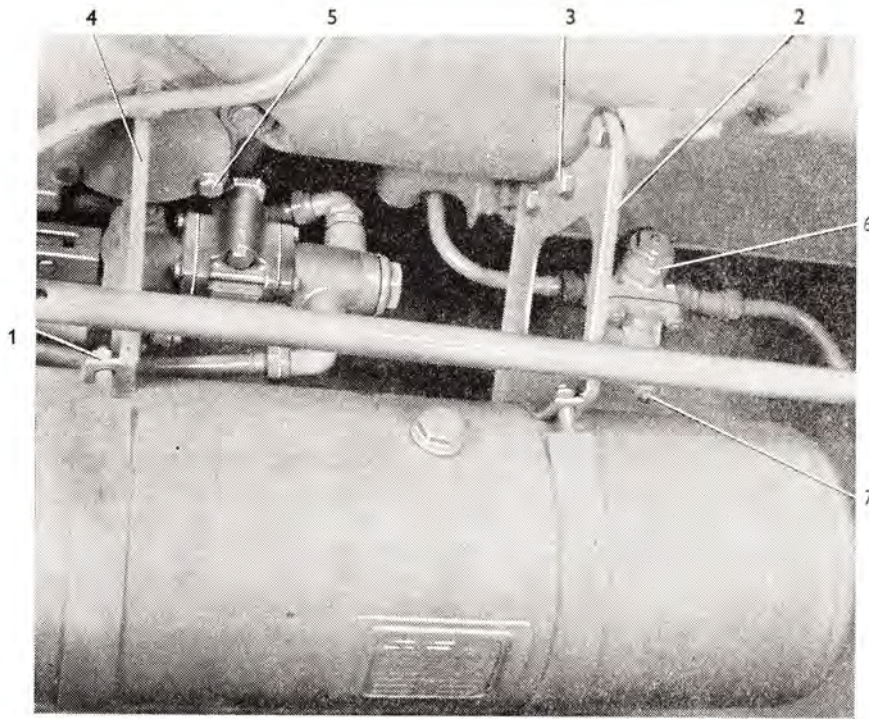

Abb. 142
2. Zwei Muttern M 10 (Abb. 142/1) sind von den Schrauben der Bänder des Luftbehälters abzuschrauben, die Bänder sind um 90° zu drehen und der Luftbehälter ist abzunehmen.
Anmerkung: Beim Schlepper Zetor 4511 ist der Luftbehälter auf der rechten Schlepperseite auf zwei Konsolen angeordnet. Die vordere Konsole (Abb. 142/2) ist am Flansch des Kupplungsgehäuses mit drei Verbindungsschrauben (Abb. 142/3) befestigt. Die rückwärtige Konsole (Abb. 142/4) ist mit drei Schrauben M 10×12 (Abb. 142/5) in der Öffnung im Seitendeckel des Getriebegehäuses befestigt. Vor der Sommer- und Wintersaison sind angesetzte Verunreinigungen durch die mit einem Ablaßpfropfen verschlossene Öffnung abzulassen.
- Der Luftverdichter ist einzuschalten. Es ist abzuwarten, bis der Druckmesser einen Druck von 6 atü anzeigt. In diesem Augenblick sollte der Druckausgleicher den überschüssigen Luftdruck durch das Überströmventil (Abb. 142/6) ablassen.